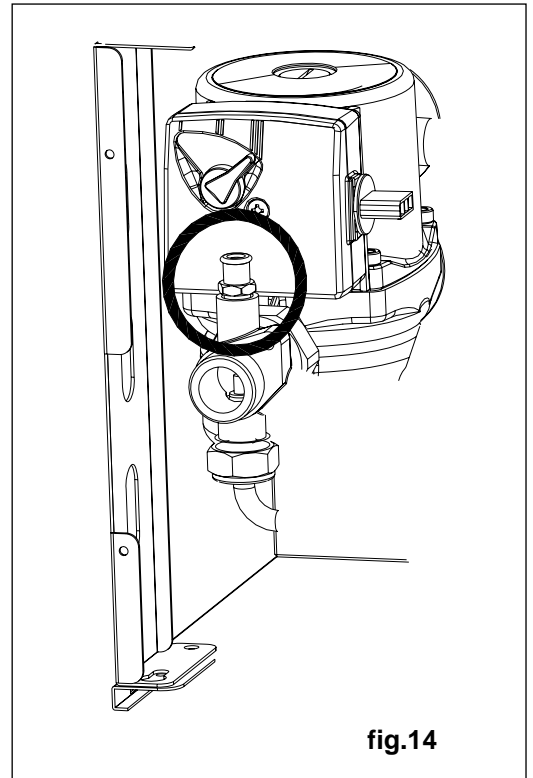

fig.14
- Pour vidanger uniquement la chaudière, fermer les robinets départ/retour du circuit de chauffage. Ouvrir le robinet de vidange (fig.14) placé dans le collecteur de la pompe sur la partie inférieure de la chaudière.**
- ouvrir le robinet de vidange (fig.14)